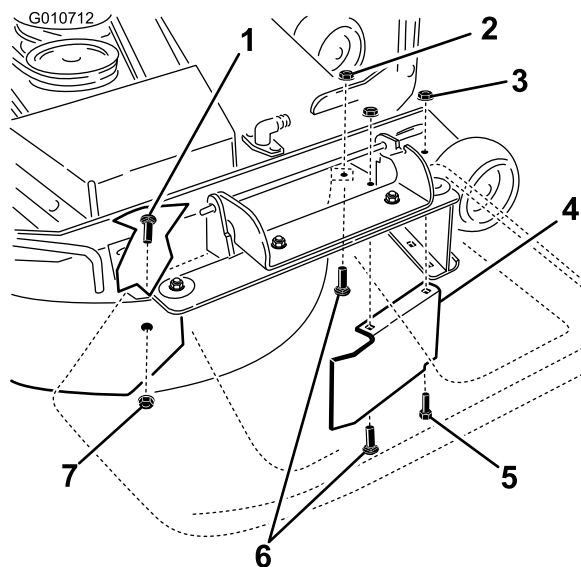

Figura 32
9. Rimuovete il bullone a testa tonda (5/16 x 3/4 pollice) e il dado di bloccaggio (5/16 pollice) che fissano il deflettore al lato posteriore del piatto di taglio (Figura 32).
10. Localizzate la protezione del deflettore davanti all'apertura di scarico laterale. Rimuovete gli elementi di fissaggio che assicurano la protezione del deflettore e il deflettore destro al piatto di taglio come illustrato nella Figura 32. Rimuovete la protezione del deflettore e conservate gli elementi di fissaggio.
12. Montate gli elementi di fissaggio rimossi in precedenza nei fori anteriori nella piastra di scarico e del foro anteriore del piatto di taglio (Figura 32).